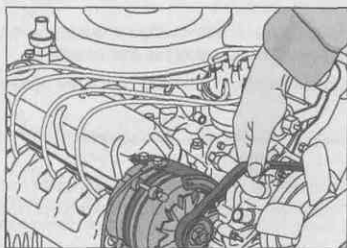

Рис. 14.13. Возьмитесь за ремень и резко потяните его вверх
3. Для того чтобы ослабить ремень, возьмитесь за ремень и резко потяните его вверх (рис. 14.13).